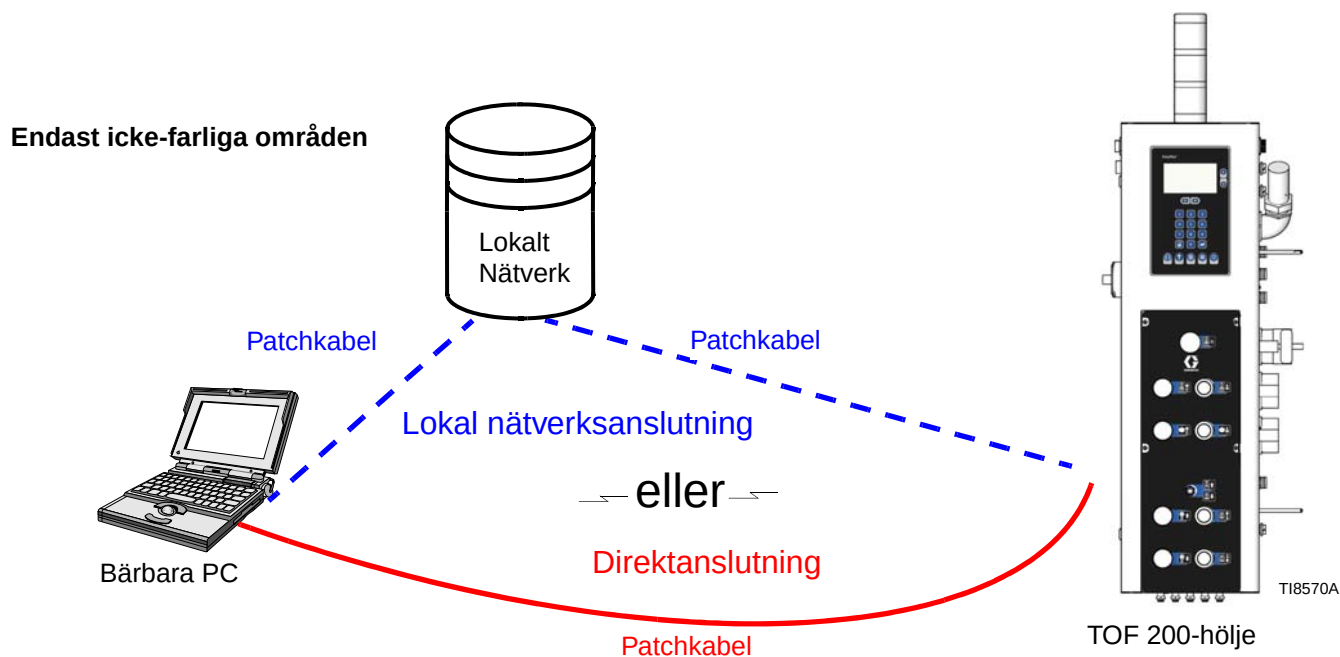

FIG. 30 Nätverksval
- **Lokal nätverksanslutning** (vanligast). Patchkabel från lokalt nätverk ansluts till anslutningen för webbgränssnittet på TOF 200. Se FIG. 30 och sida 85.
- **Direktanslutning** till TOF 200 via en korskopplad kabel från PC:n som kopplas direkt till anslutningen för webbgränssnittet på TOF 200. Se FIG. 30 och sida 88.